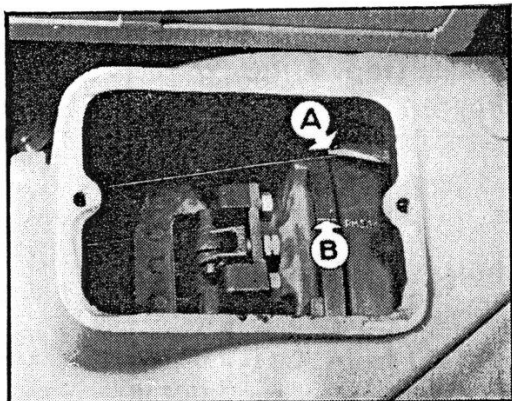

FIG. 25. — Point mort haut.
10° CALAGE DE LA DISTRIBUTION (fig. 25, 26 et 27) :
- Virer le moteur au moyen de la manivelle, jusqu'à ce que le repère (**P.M.S. 1-4**) gravé sur le volant (**fig. 25**) - (**B**), coïncide avec l'index métallique (**A**) fixé à l'intérieur du carter intermédiaire. Dans cette position, les pistons des cylindres N^{os} **1 et 4** se trouvent au point mort haut, l'un en phase de compression, et l'autre en fin d'échappement et début d'aspiration.